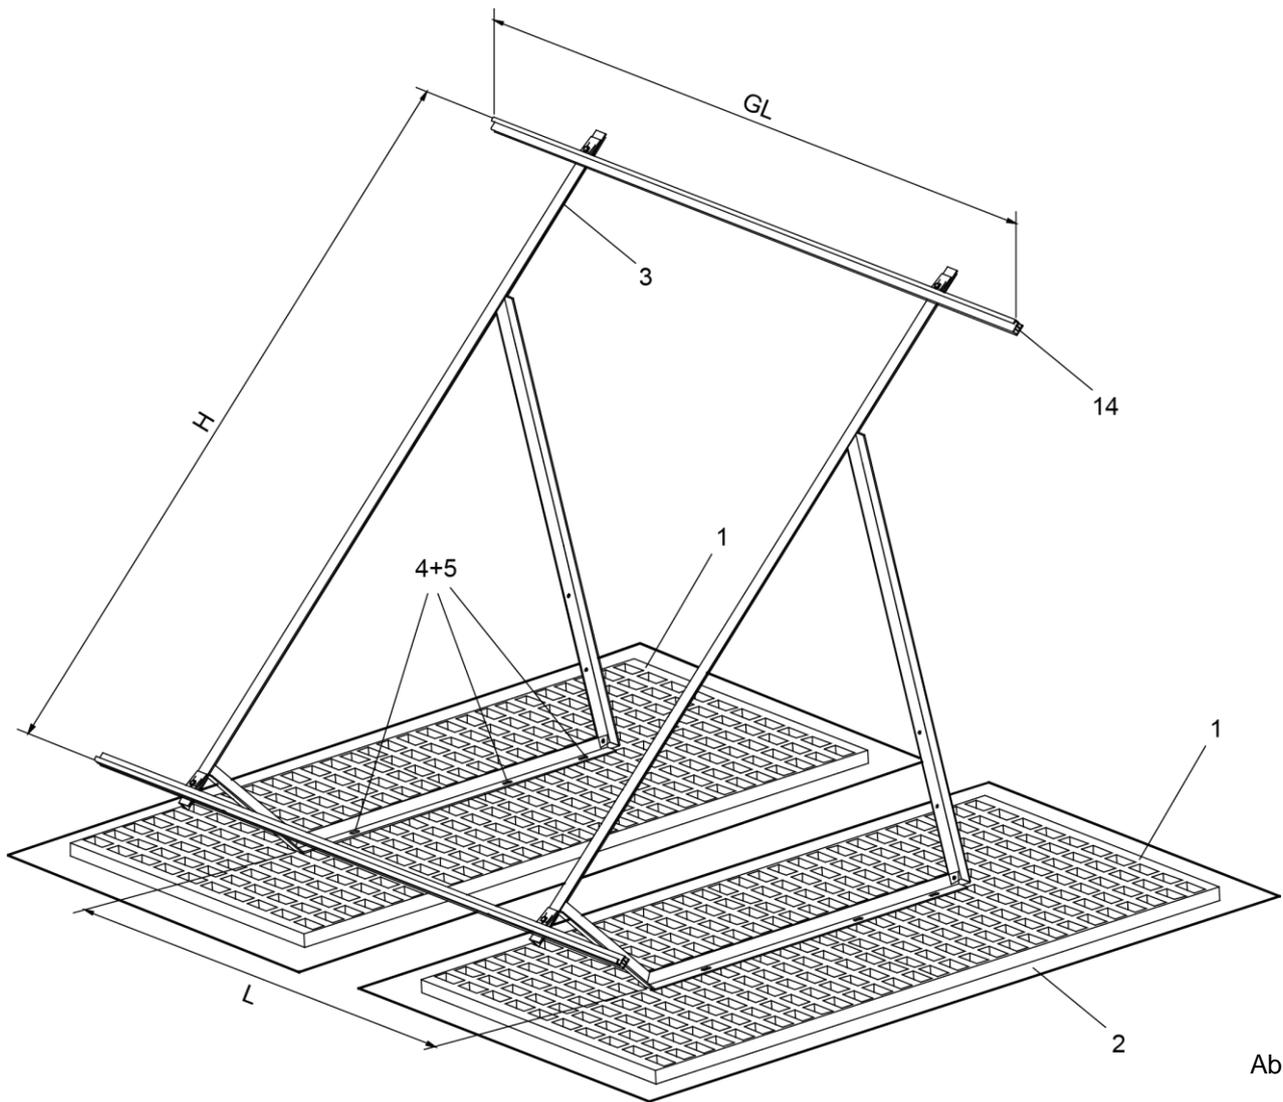

Abb. 1
1. Bestimmen Sie die Positionen der einzelnen Trägerplatten (1) - unter Berücksichtigung der angegebenen Werte aus der unten angeführten Tabelle - am Dach (Abb. 1). Die Kiesschüttung ist an diesem Platz vollständig zu entfernen, ohne die Dachhaut zu beschädigen.
2. Die Schutzmatte (2) wird unter den jeweiligen Trägerplatten (1) verlegt. Die Trägerplatten (1) müssen anhand der drei Gewindestützen M10 (4 + 5) ausgerichtet und positioniert werden (Abb. 1).